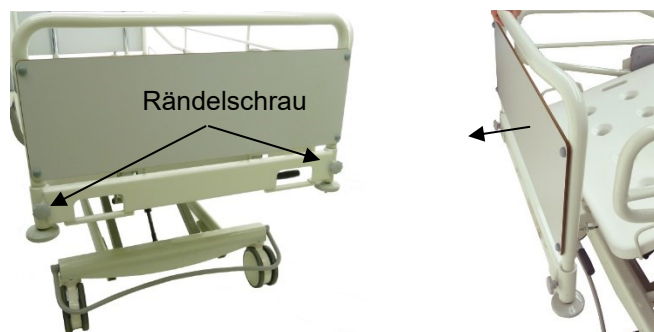

Figure 38. *Befestigung und Montage des Bettende (Brettplatte nach außen gerichtet)*
**⚠** Achten Sie darauf, dass Sie das Bettende korrekt montieren, so dass der Bogen und die Bretter vom Bett aus nach außen zeigen (Abb. 38 - Quetschgefahr).